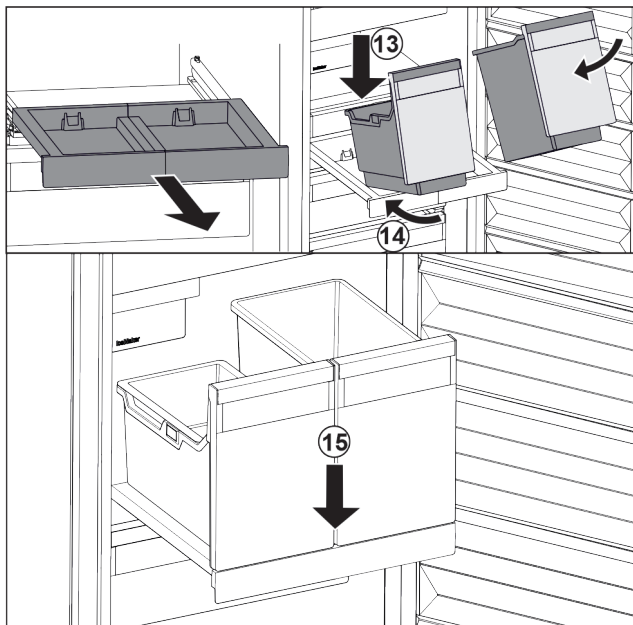

Fig. 24
- ▶ Nasadte nádobu šikmo na vysouvací desku. Fig. 24 (13)
- ▶ Zasuňte nádobu šikmo dozadu. Fig. 24 (14)
- ▶ Usadte vpředu nádobu. Fig. 24 (15)